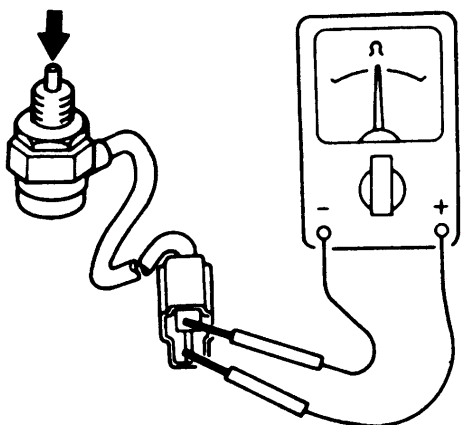

图 3-52 用万用电表检查倒车灯开关
(15) 如图 3-52 所示，按下倒车灯开关，用万用电表检查其导电情况，若其不导电，则应更换倒车灯开关。